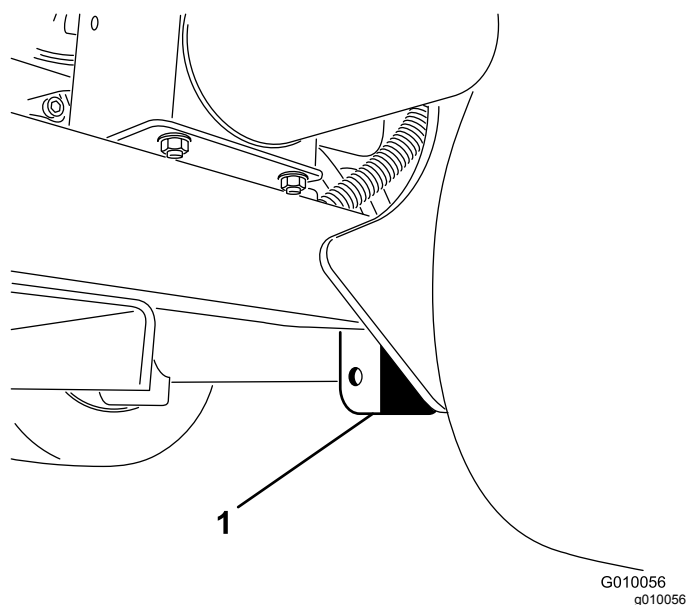

Figura 42
3. Collocate il cavalletto metallico con sicurezza sotto la piastra del telaio, appena oltre la ruota posteriore (Figura 42).